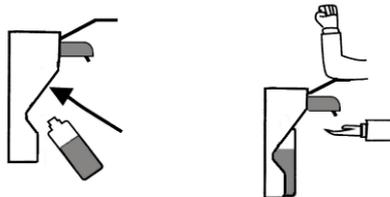

Рисунок 2
- Вставьте пластиковый резервуар со средством в дозатор, предварительно сняв крышку (Рисунок 2).